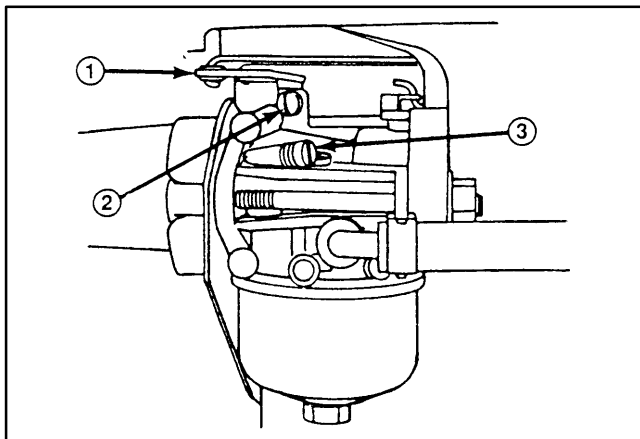

Abbildung 19
- 1. Das Leerlaufmischungsventil durch vorsichtiges Drehen im Uhrzeigersinn soweit drehen, bis es sich **soeben** schließt (Abb. 19). Ein zu festes Drehen kann zu Schäden führen.
- 4. Die Drossel (Abb. 19) im Uhrzeigersinn drehen und gegen die Leerlaufeinstellschraube (Abb. 19) drücken, während die Leerlaufschraube soweit gedreht wird, bis 1750 U/min. erreicht werden.